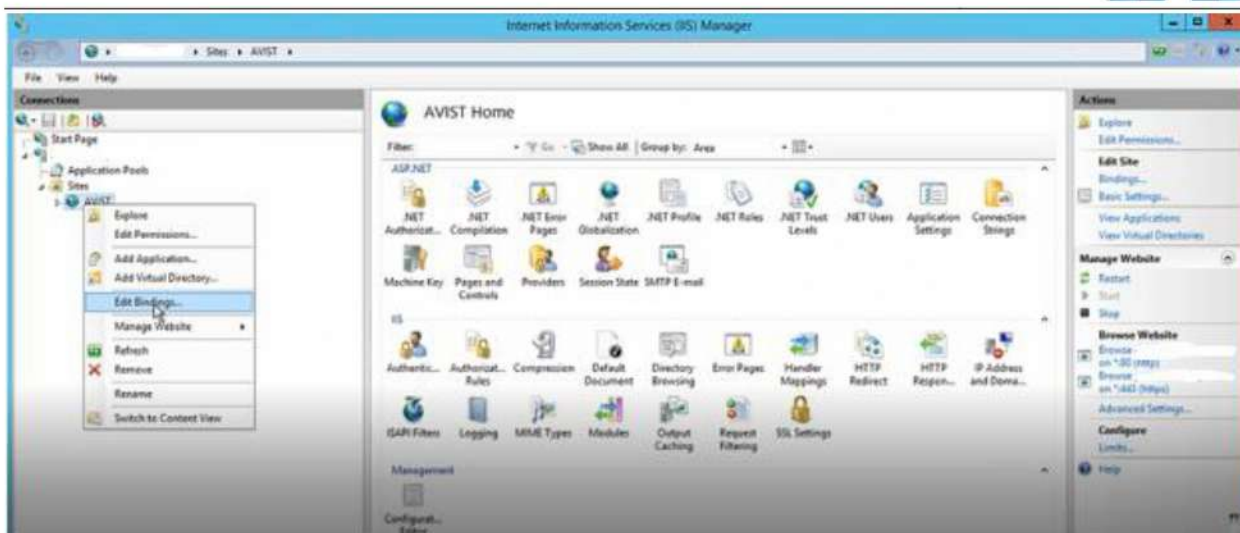

Рисунок 40 - Internet Information Services Manager
- 2) Изменить привязки данного сайта. Заказчику необходимо зайти в Internet Information Services Manager, где отображается развернутый сайт AVIST, выбрать пункт выпадающего меню «Edit Bindings...» (Рисунок 40).